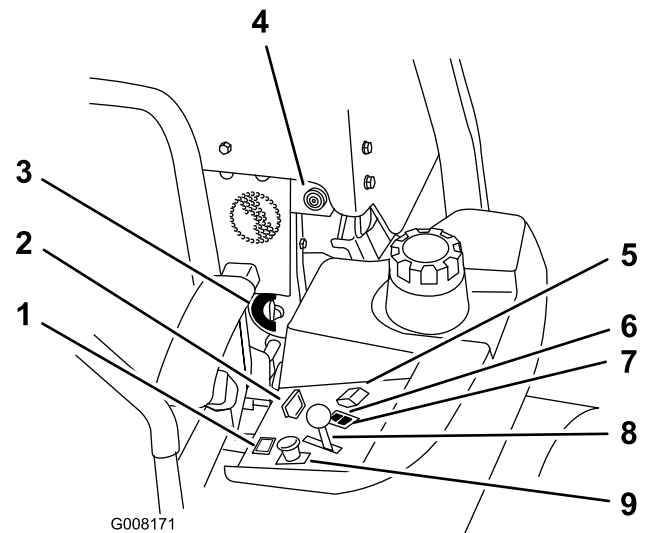

Bild 11
4. Schieben Sie den Zapfwellenantriebsschalter auf „Aus“ (Bild 11).